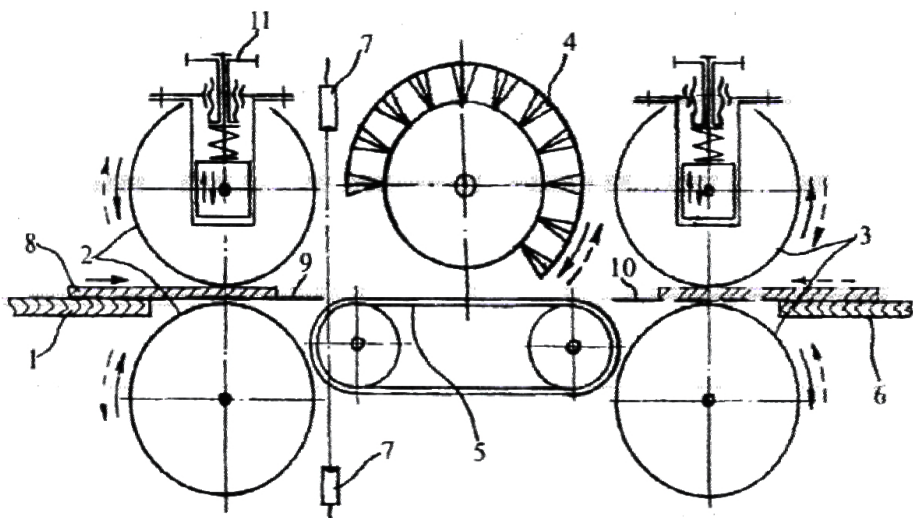

Рис. 1 Схема станка
- передний стол **1** (рис. 1),
Станок требует настройки только на толщину переплётной крышки, которая заключается в установке оптимального зазора между двумя парами валиков 2, 3 (см. рис. 1).